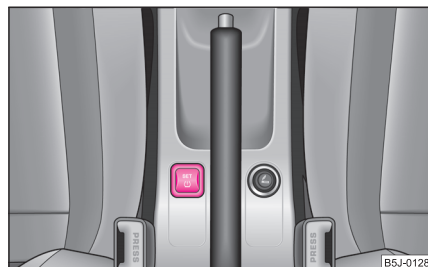

Fig. 147 Tastă pentru reglarea presiunii din pneuri
- Apăsăți tasta **SET** (↵) ⇒ **pagina 150, fig. 147** mai mult de 2 secunde. În timp ce apăsați tasta, se aprinde lampa de control (↵). Simultan, se memorează valorile de bază, fapt confirmat de un semnal acustic și de stingerea lămpii de control (↵).